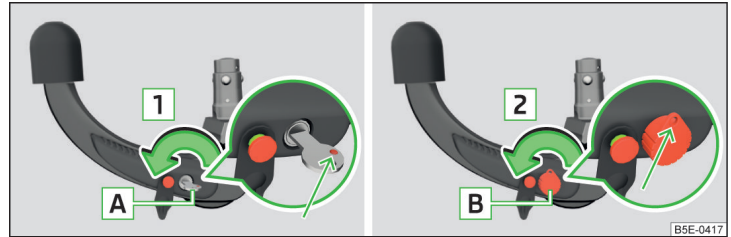

Abb. 298 1. Schritt: Schlüsselvariante 1 / Schlüsselvariante 2
- › Den Schlüssel **A** in Pfeilrichtung **1** drehen, sodass dessen rote Markierung nach oben zeigt » Abb. 298.
- › Den Schlüssel **B** in Pfeilrichtung **2** drehen, sodass die Schlüsselöse nach oben zeigt » **Abb. 298**.